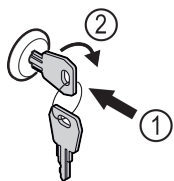

Fig. 75 Príklad zobrazenia
- ▶ Zatlačte kľúč Fig. 75 (1).
- ▶ Otočte kľúč o 90° v smere hodinových ručičiek Fig. 75 (2).